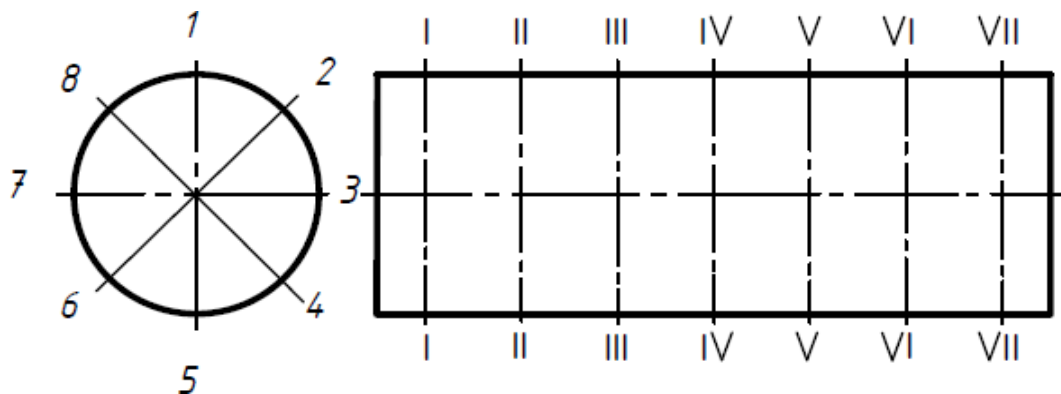

Рисунок 1
1. Измерить наружную поверхность детали в 7 сечениях и в 8 точках (рис. 1 и результаты измерения занести в таблицу 2).